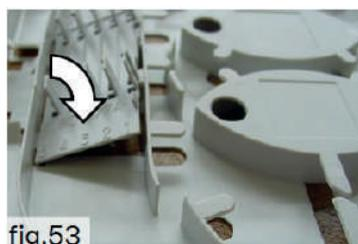

fig.53
2. Installer le nouveau support d'épissure (fig.53).